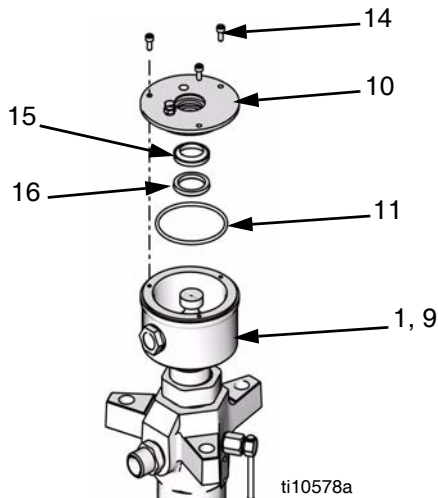

FIG. 31
26. Monte nuevas junta tórica (11), rascador de copela húmeda (15) y junta (16) en la cubierta de la copela húmeda (10). Vea FIG. 31.
27. Deslice con cuidado la cubierta de la copela húmeda (10) sobre la biela de desplazamiento. Alinee los orificios de la cubierta y la copela húmeda. Introduzca los tornillos (14). Utilice un destornillador de casquillo hexagonal para apretar los tornillos. Vea FIG. 31.